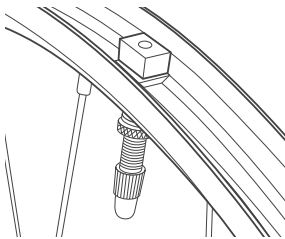

**Figura 1. La forma en U del fondo de la llanta debe quedar hacia el centro de la llanta.**
2. Alinee el orificio de la válvula de la llanta y el de la válvula del fondo de la llanta. La forma en U del fondo de la llanta debe quedar hacia el centro de la llanta y la parte descentrada del fondo coincidir con la de la llanta (Figura 1).